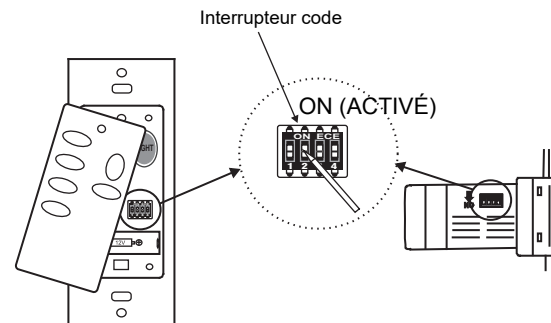

Fig. 12
**REMARQUE :** Le système de commande CoolTouch™ est équipé de 16 combinaisons de fréquences possibles pour éviter les interférences avec d'autres télécommandes. Les commutateurs de fréquence de votre récepteur et de votre émetteur ont été pré-réglés à l'usine. Veuillez confirmer que les commutateurs de l'émetteur et du récepteur sont réglés sur la même position, le ventilateur fonctionnera quelle que soit la combinaison tant que l'émetteur et le récepteur sont réglés sur la même position (**Fig. 12**).